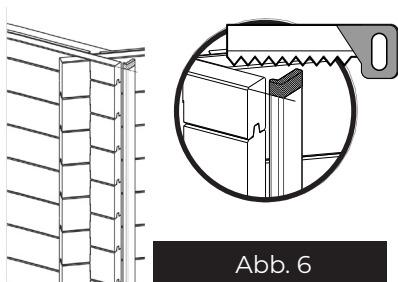

Abb. 6
- Befestigen Sie die L-Abdeckung mit drei gleichmäßig über die Höhe verteilten Schrauben 4 x 60 (siehe Abbildung 6).